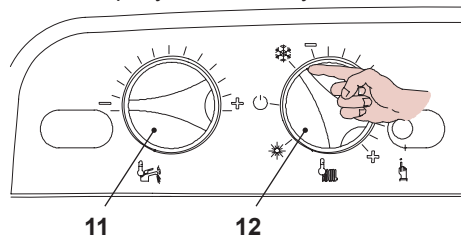

Рисунок 2.3
- Поверните переключатель 12, как показано на рисунке, см. Рисунок 2.3.